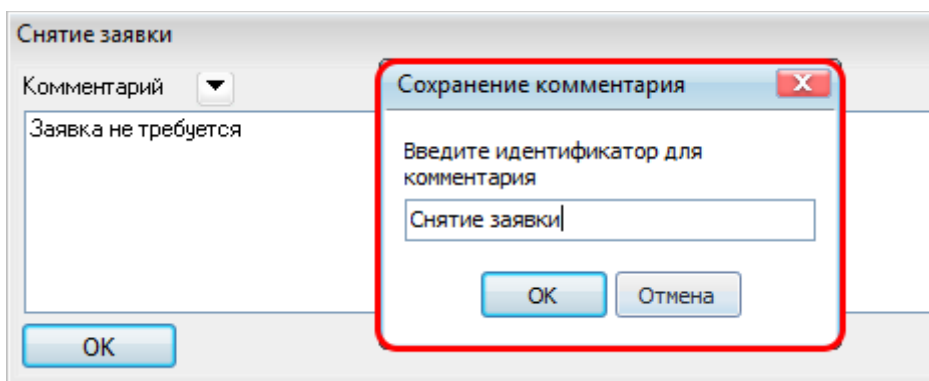

Рисунок 12.19 – Сохранение комментария
- «**Сохранить комментарий**» – сохранение комментария как предопределенного текста комментария. При выборе пункта меню « Сохранить комментарий» появляется окно «Сохранение комментария» (Рисунок 12.19). В окне «Сохранение комментария» необходимо ввести идентификатор комментария и нажать на кнопку «ОК».